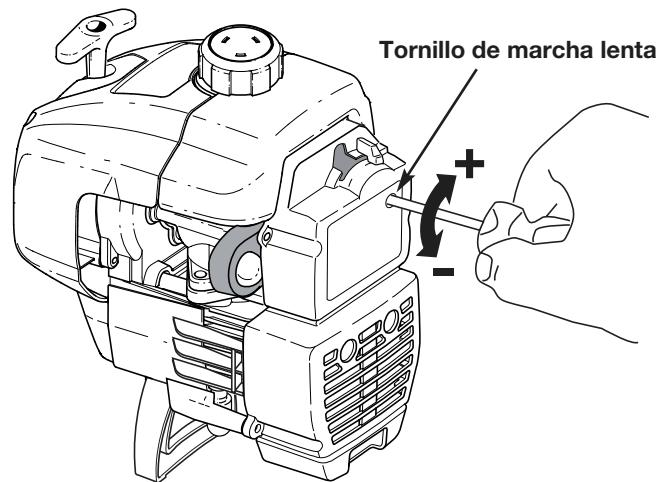

Fig. 28
La velocidad lenta del motor puede ser ajustada por la cubierta del silenciador / filtro de aire (Fig. 28).
2. Suelte el gatillo del regulador y deje que el motor funcione en marcha lenta. Si el motor se para, inserte un pequeño destornillador Phillips o de vástago plano en el orificio de la cubierta del silenciador / filtro de aire (Fig. 28). Gire el tornillo de marcha lenta en sentido horario, de a 1/8 de vuelta por vez (según sea necesario) hasta que el motor funcione en mínima.